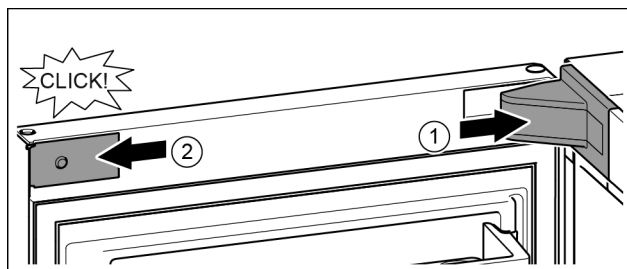

Fig. 24
- ▶ Nasadíte a zaklapnete kryt stojanu ložiska, příp. opatrně přitlačíte od sebe. *Fig. 24 (1)*
- ▶ Z boku nasadíte záslepku a zaklapnete. *Fig. 24 (2)*